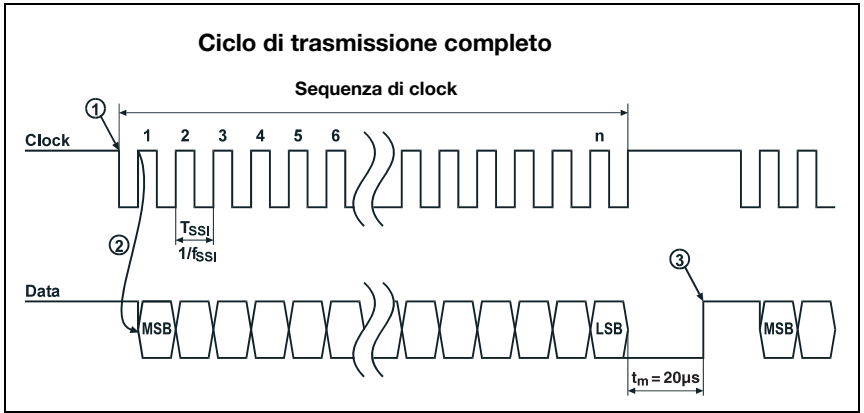

Figura 10.1: Diagramma temporale trasmissione dati SSI
A riposo il clock e la linea dati sono a livello HIGH. Al verificarsi del primo fronte HIGH-LOW (punto ① in figura 10.1), i dati del registro interno vengono memorizzati. Ciò assicura che i dati non cambiano più durante la trasmissione seriale del valore.
Alla commutazione successiva del segnale di clock da LOW a HIGH (punto ② in figura 10.1) inizia la trasmissione del valore di posizione con il bit più significativo (MSB). Ad ogni altra commutazione del segnale di clock da LOW a HIGH, sulla linea dati viene impostato il bit significativo immediatamente inferiore. Dopo l'emissione del bit meno significativo (LSB), all'ultima commutazione del segnale di clock da LOW a HIGH la linea dati passa al livello LOW (fine trasmissione).
Un monoflop riattivato e lanciato dal segnale di clock determina la durata fino al nuovo richiamo dell'interfaccia SSI per la trasmissione successiva. Da ciò risulta anche il tempo di pausa minimo tra due sequenze di clock successive. Al termine del tempo $t_m = 20\mu s$, la linea dati viene riportata sul livello di riposo (HIGH) (punto ③ in figura 10.1). Questo segnala lo scambio di dati completamente concluso ed il nuovo stand-by di trasmissione.